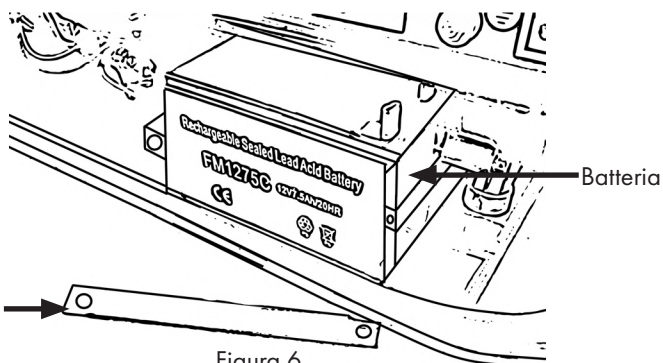

Figura 6
- Inserire prima la batteria come mostrato nella Figura 6 e fissarla con le viti sul lato anteriore.